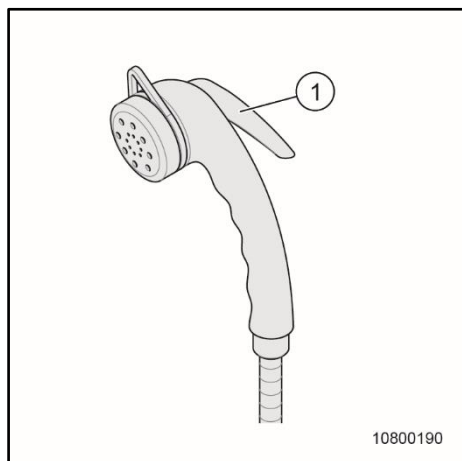

Fig. 157 Tête de douche de la douche extérieure
2. Mettre tous les robinets sur « Chaud » et les ouvrir, faire encliqueter toutes les têtes de douche (Fig. 157/1) sur position permanente.
3. Mettre tous les robinets sur « Chaud », faire encliqueter toutes les têtes de douche (Fig. 157/1) sur position permanente et les laisser ouverts jusqu'à ce que la conduite d'eau chaude est exempte d'eau.